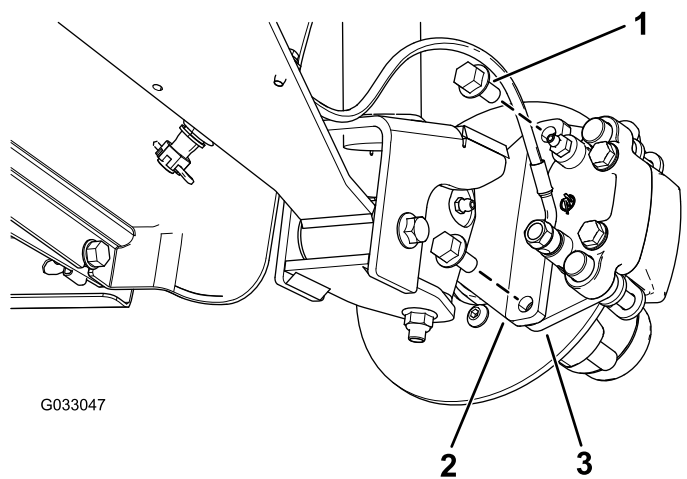

Figure 32
3. Retirez les boulons à embase ($\frac{3}{8} \times \frac{3}{4}$ po) qui fixent le support du frein à la fusée et séparez le frein de la fusée (Figure 32).
2. Placez les plaquettes de frein de chaque côté du disque (Figure 32), puis alignez les trous du support d'étrier et les trous du support de frein sur le porte-fusée (Figure 36).
3. Fixez le support d'étrier au porte-fusée (Figure 32) à l'aide des 2 boulons à embase ($\frac{3}{8} \times \frac{3}{4}$ po).